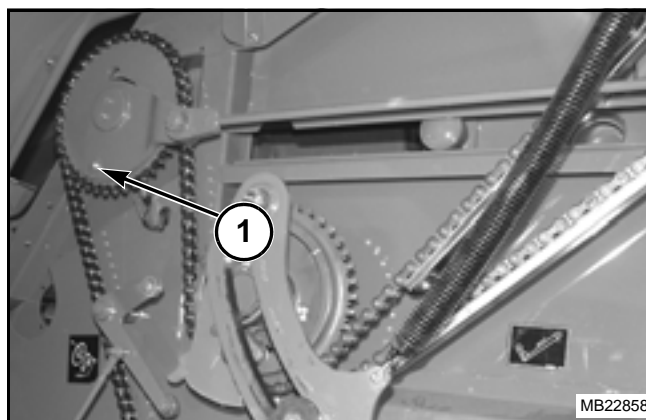

FIG. 25
FIG. 25: El perno de seguridad del dispositivo de llenado/anudador (1) conecta la rueda motriz de mando en el lado izquierdo del enfardador con un brazo en el cigüeñal del émbolo. Este perno de seguridad protege las uñetas del dispositivo de llenado, los anudadores y las agujas. El perno de seguridad del dispositivo de llenado/anudador es un perno grado 8 de 1/2-13 x 2-3/4 pulgadas. NO use un perno de grado 2 ni de grado 5.